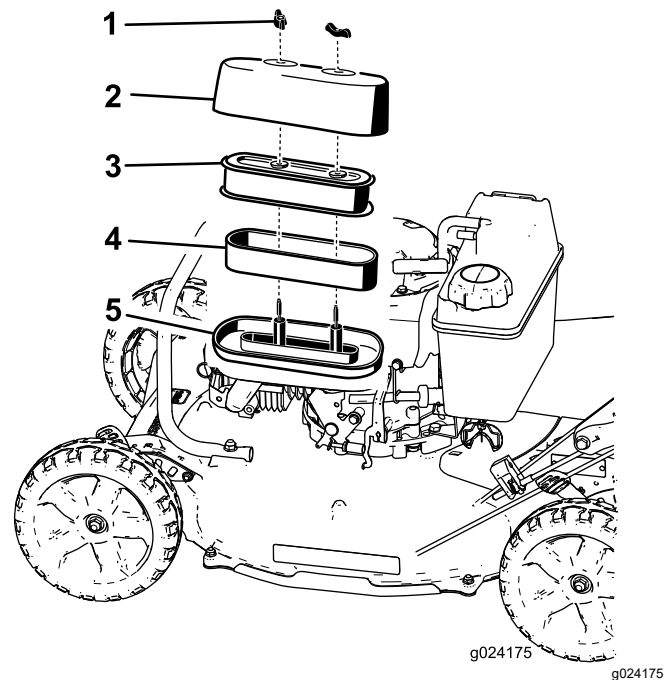

Figura 24
3. Retire las 2 tuercas que fijan la tapa (Figura 24).
5. Separe los elementos de espuma y de papel de la base del filtro de aire (Figura 24).
6. Separe el elemento de espuma del elemento de papel (Figura 24).